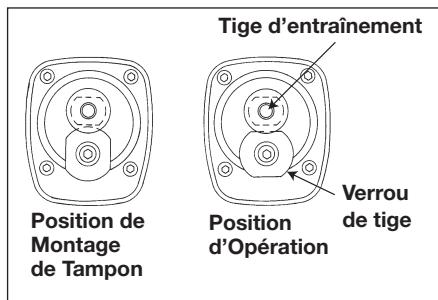

Figure 2 - Assemblage des patins de ponçage
- Verrouiller la tige d'entraînement avant de fixer le tampon à poncer. Tourner le verrou de la tige jusqu'à ce que le verrou de tige se mette en prise avec la tige d'entraînement et serrer à main, le tampon au sens des aiguilles d'une montre (Voir Figure 2).